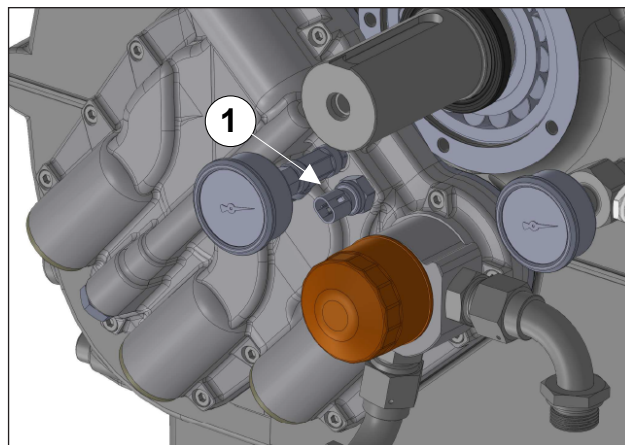

Fig. 135
Monte o anel de estanqueidade radial na cobertura da vedação do óleo (pos. ①, Fig. 135) mediante o uso de tampão ou outra ferramenta (ferramenta específica, cód. 27643500).